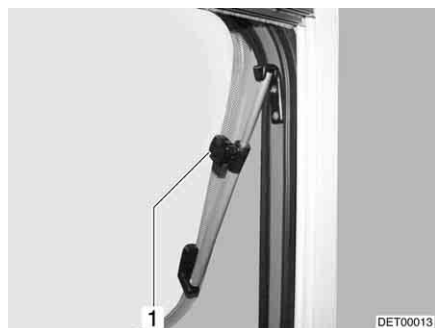

Bild 98 Dachhaube mit Dreh-Ausstellern, geöffnet
- Dachhaube bis zur gewünschten Stellung öffnen und mit Rändelknopf (Bild 98, 1) feststellen.
- Rändelknopf (Bild 98, 1) drehen, bis Arretierung freigegeben wird.